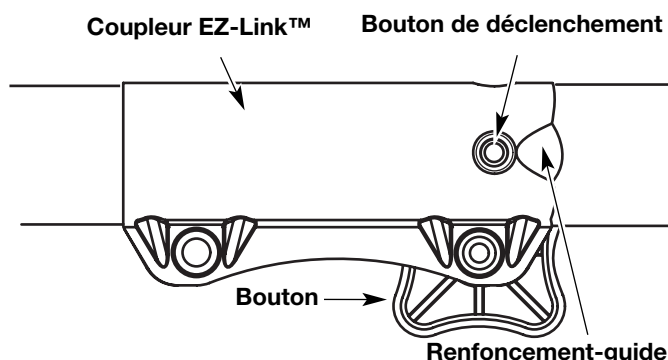

Fig. 11
1. Dévissez le bouton vers la gauche (Fig. 11).
2. Appuyez sur le bouton de déclenchement et maintenez-le enfoncé (Fig. 11).
**NOTE :** aligner le bouton de déclenchement avec le renforcement-guide facilitera l'installation (Fig. 11).